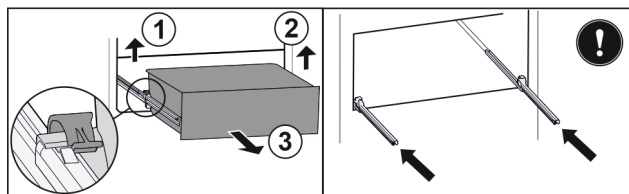

Fig. 80
- ▶ Levante la brida izquierda y, simultáneamente, tire de la parte izquierda del cajón hacia delante. Fig. 80 (1)
- ▶ Levante la brida derecha y, simultáneamente, tire de la parte derecha del cajón hacia delante. Fig. 80 (2)
- ▶ Extraiga el cajón hacia delante. Fig. 80 (3)